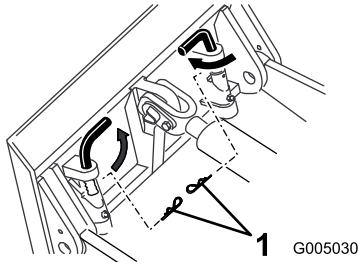

Bild 9
- Einige ältere Modelle der Zugmaschinen haben Löcher durch die Federn und Schnellkupplungsstifte an der Befestigungsplatte (**Bild 9**), sodass Sie zwei Splinte beim Pflügen von langen Bahnen montieren können. Dies stellt sicher, dass die Stifte nicht durch die Vibration des Pflugs gelöst werden.